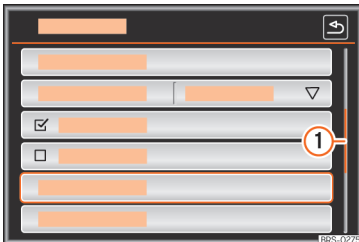

**Fig. 180** Entradas de una lista de un menú de ajustes.
La barra de desplazamiento se muestra a la derecha y su tamaño depende de las entradas de la lista ► **fig. 180 ①**.